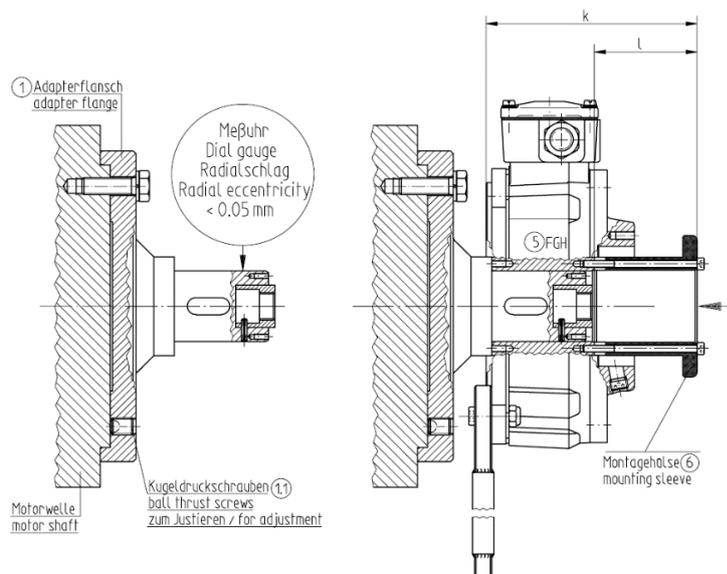

Abbildung 1
Adapterflansch (1) montieren und mit Messuhr ausrichten. Abbildung 1 Seite 13.
1. Die Hohlwelle des Hohlwellen Drehgebers hat beidseitig stirnseitig Gewindebohrungen. Sollte eine einfache Montage des Hohlwellen Drehgebers (5) nicht möglich sein, empfehlen wir die Verwendung der Montagehülse. Die Montagehülse (Abbildung 1 Seite 13) (Zubehör ID-10595) mit 4 Schrauben M5x80 dort befestigen. Mit der Montagehülse kann nun Druck auf die Geberwelle ausgeübt werden, bis der Hohlwellen Drehgeber am Anschlag des Wellenbundes sitzt.